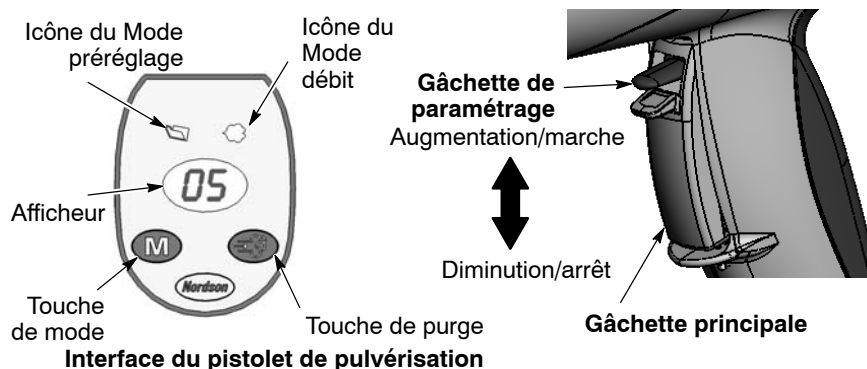

Fig. 3-2 Commandes du pistolet
1. Voir la figure 3-2. Relâcher la gâchette principale. Les pré réglages ne peuvent pas être modifiés pendant l'actionnement du pistolet.
1. Voir la figure 3-2. Appuyer sur la touche **Mode** jusqu'à ce que l'icône **Mode débit** s'allume.
1. Voir la figure 3-2. Diriger le pistolet de pulvérisation dans la cabine et relâcher la gâchette principale.